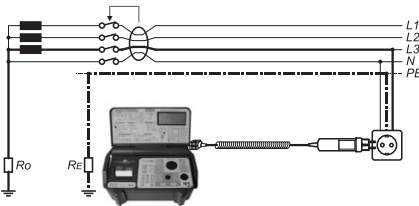

Bild 6.7.1 Anschluss der Messleitungen
- ▶ Schalten Sie den UNITEST 0100-Expert plus mit dem Schalter "EIN/AUS" (9) ein.
- ▶ Wählen Sie aus welche Spannung gemessen werden soll, sie können zwischen den Spannungen L-N und L-PE auswählen. Stellen Sie dazu den Drehschalter 'Messfunktion' (1) auf eine der Funktionen UL-N / Ri/lk (1) oder UL-PE / Zs/lk (2).
- ▶ Schliessen Sie die Messleitung an den Messanschluss (17) des UNITEST 0100-Expert plus an.
- ▶ Verbinden Sie die Messleitungen mit dem Prüfling gemäß Bild 6.7.1 oder 6.7.2.
- ▶ Wählen Sie aus welche Spannung aufgezeichnet werden soll, sie können zwischen den Spannungen L-N und L-PE auswählen. Stellen Sie dazu den Drehschalter 'Messfunktion' (1) auf eine der Funktionen UL-N / Ri (1) oder UL-PE / Zs (2).
- ▶ Verbinden Sie die Messleitungen mit dem Prüfling gemäss Bild 6.7.1, 6.7.2 oder 6.7.3.